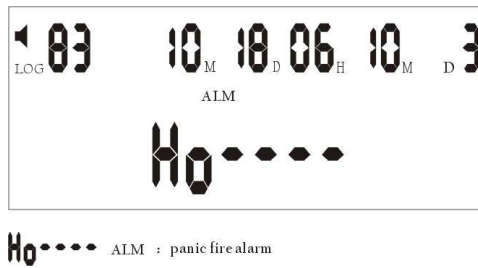

Fig.16: L'LCD mostra quando c'è un allarme per assistenza sanitaria
**C. Ospedale:** premere il tasto HOSPITAL (ospedale) per 2 secondi sia in modalità allarmata che disallarmata. Il pannello genera un allarme ed invia un segnale di allarme al C.S. (vd. Fig.16)